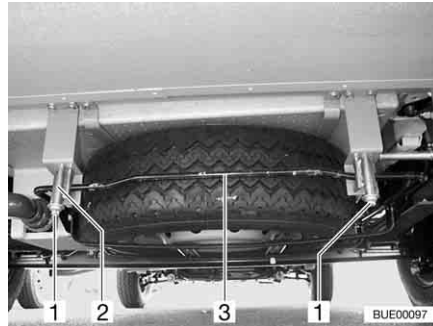

Bild 249 Reservhjulshållare
- Lossa muttrarna (Bild 249,1) lite på vänster och höger krok (Bild 249,2) på reservhjulshållaren.
- Tryck bygel (Bild 249,3) lite uppåt. Dra samtidigt kroken nedåt och lossa bygel.